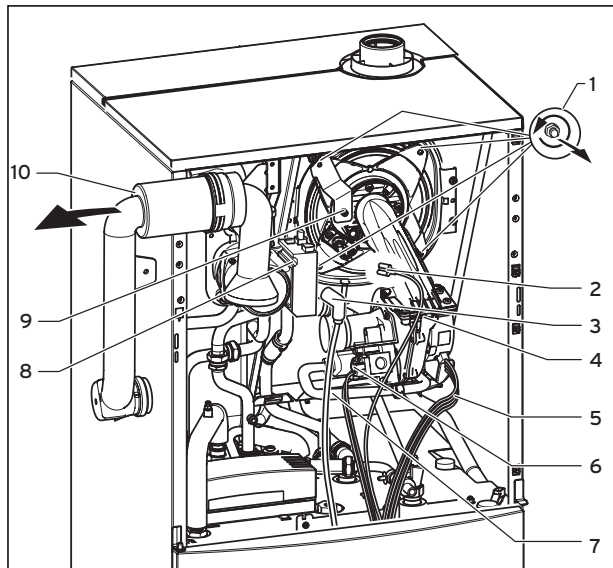

Fig. 8.2 Demontarea modului arzătorului
Legendă (Fig. 8.2):
- Separați alimentarea cu gaz (7).
- Înlăturați cele patru piulițe (1), vezi Fig. 8.2.
- Scoateți modulul arzătorului (4) din schimbătorul integral de căldură al condensăției (8), vezi Fig. 8.2.